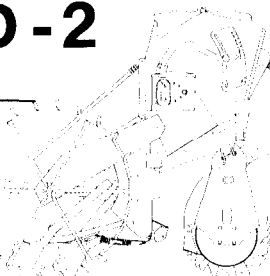

Fig.41
- 1) Bundklapindstillingshåndtaget (Fig.41/1) sættes i stilling „1“ i indstillingspladen (Fig.41/2).